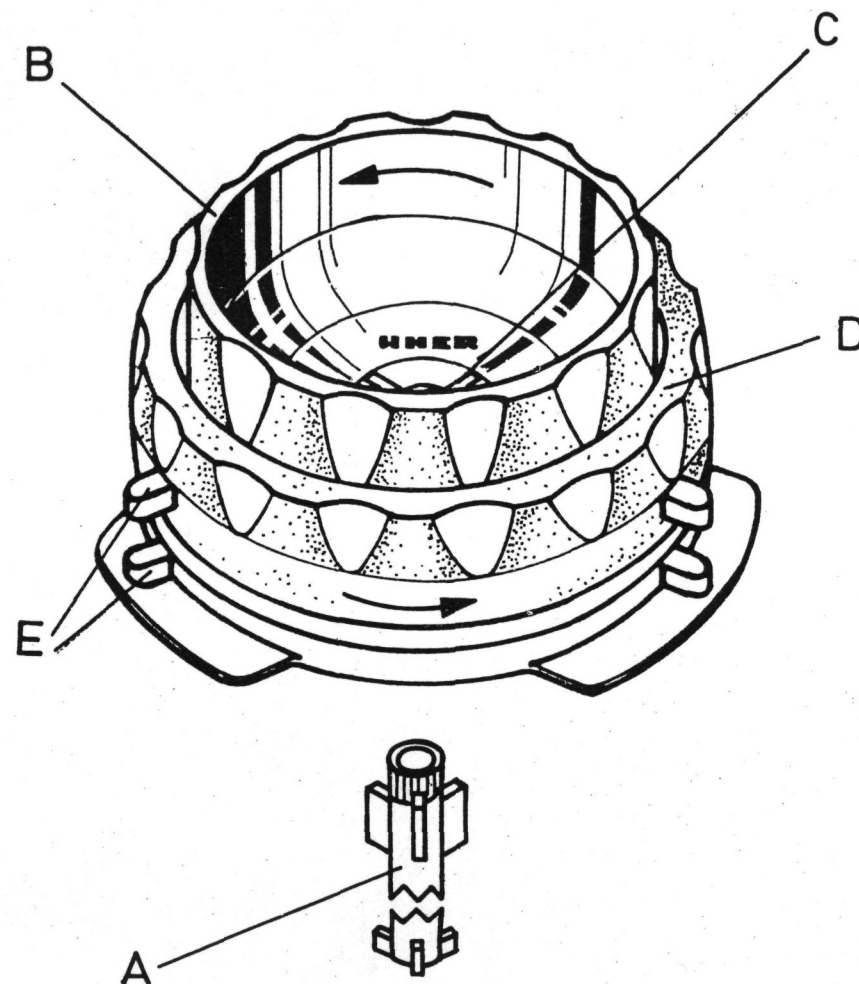
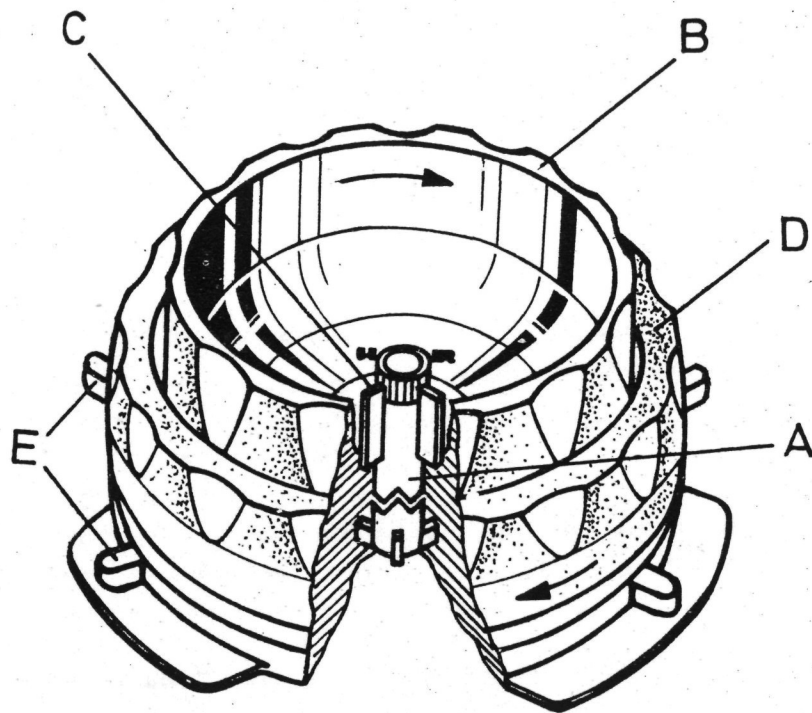

Fig. 2
Fig. 3
Procéder avec soin à la mise en place des noyaux adaptateurs NAB sur les plateaux de bobine gauche et droit (fig. 2). Tirer tout d'abord vers le haut la broche à trois ergots (A) du plateau et, par un mouvement de rotation, faire venir les ergots de la partie mobile au-dessus de ceux de la partie fixe. En outre, il faut s'assurer que, en tournant vers la gauche la bague intérieure (B) du moyau NAB UHER, les mors (C) de serrage de la broche à trois ergots (A) sont suffisamment ouverts pour que le noyau puisse être aisément placé sur la broche. Après avoir mis en place le noyau NAB (fig. 3), faire tourner la broche à trois ergots (A) vers la droite ou vers la gauche jusqu'à ce qu'elle s'encliquette vers le bas. Le noyau est ainsi protégé contre tout risque de chute. Par une rotation vers la droite de la bague intérieure (B), fermer les mors de serrage (C) autour de la broche (A) jusqu'à ce qu'elle soit solidaire du noyau. Ce serrage des mors est très important, car il élimine tout jeu entre la broche à trois ergots et le noyau NAB.
de celles de la partie inférieure, qui **est** fixe (fig. 2). Placer la bobine pleine sur le noyau adaptateur NAB de gauche et la bobine vide sur le noyau de droite. Faire tourner ensuite la bague extérieure du noyau NAB UHER dans le sens des aiguilles d'une montre, jusqu'à ce qu'on bute nettement (fig. 3).